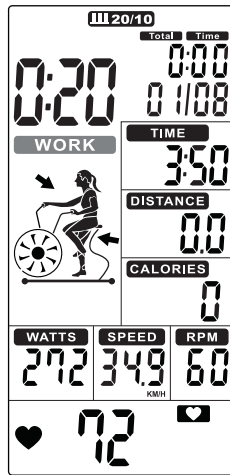

FIGURA 25
- O tempo de ciclo entra em contagem regressiva de 20 a 0 e a palavra WORK pisca uma vez por segundo. Enquanto isso, o Display exibe uma animação de rotação e contagem regressiva de 4 minutos. Então, TEMPO (DISPLAY 3), DISTÂNCIA (DISPLAY 4), CALORIAS (DISPLAY 5), WATTS (DISPLAY 6), VELOCIDADE (DISPLAY 2) E RPM (DISPLAY 1) começam a contar, o display exibirá '01/08' (Figura 25).